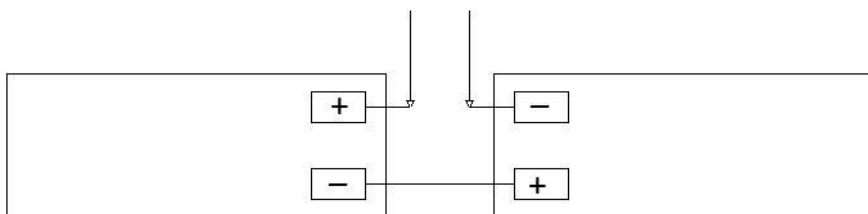

Рисунок 3. Схема подключения АКБ
2.9. При отключении питания от сети переменного тока прибор автоматически переходит на питание от резервных аккумуляторов (**эксплуатация прибора без подключенных аккумуляторов запрещена**). Схема подключения АКБ приведена на рис. 3.
- вход «АКБ+» и «АКБ-» служит для подключения резервного источника питания. Схема подключения АКБ приведена на рис. 3.